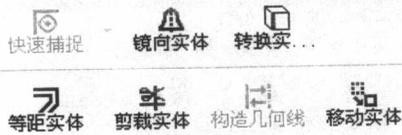
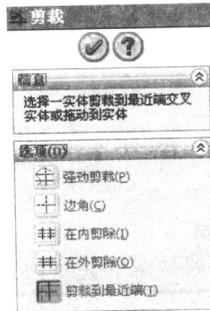

图 1.14 草图绘制扩展工具条
图 1.15 “裁剪”属性管理器
(8) 单击 CommandManager 工具栏中的“扩展”按钮，弹出草图绘制扩展工具条，如图 1.14 所示。
(9) 单击如图 1.14 所示工具条上的“剪裁实体”按钮，在“剪裁”属性管理器中选择“裁剪到最近端”选项，如图 1.15 所示。